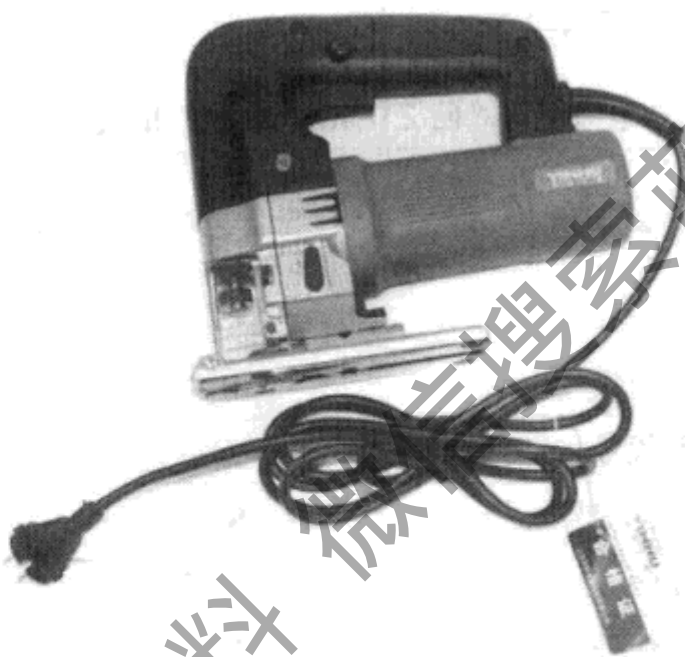

图4-3 电动工具的电源线应符合要求
① 安全可靠。为了在使用过程中避免发生触电事故，I类工具必须有可靠的保护接地或保护接零。电源开关通、断要及时可靠，作业工具、刀具外壳应能防止手指触及内部旋转和带电零件。
② 结构轻便，噪声低，震动小，携带操作方便，坚固耐用。
③ 电源线应采用橡皮绝缘软电缆。单相用三芯电缆，三相用四芯电缆；电缆不得破损或龟裂，中间不得有接头，如图4-3所示。